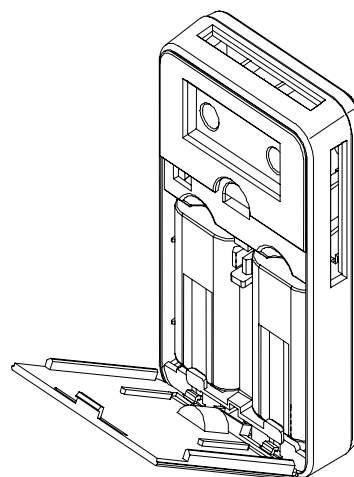

図11 バッテリーふたの取り外し
- (1) バッテリーふたを外します(図11参照)。
- (2) バッテリー上部の切り欠きに指を入れ、古いバッテリーを引き抜きます。
- (3) 本体の電極表示(+と-)を確認して、新しいバッテリーを入れます。
- (4) バッテリーふたをします。